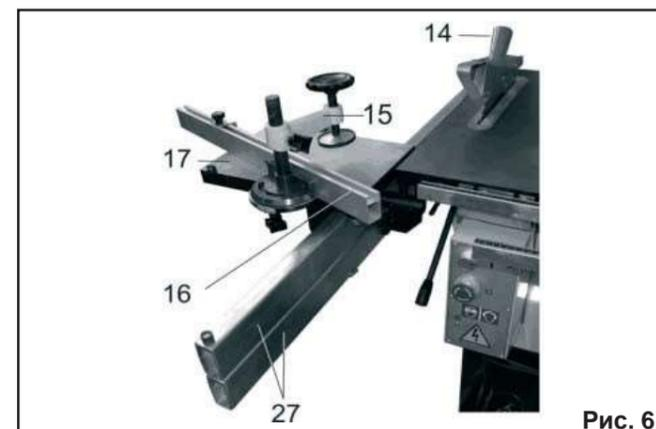

Рис. 6
2.2. На направляющую суппорта (27) установите пыльный суппорт (17), предварительно вывернув ограничитель на направляющей суппорта (27), Рис. 6а.
8.2.3. На пыльном суппорте (17) установите и закрепите направляющую скоса (16) и прижимное устройство (15), Рис. 6а.
8.2.4. Как показано на Рис. 6а, 6б, установите и закрепите фиксирующей ручкой защитный кожух (14).
Рис. 6а